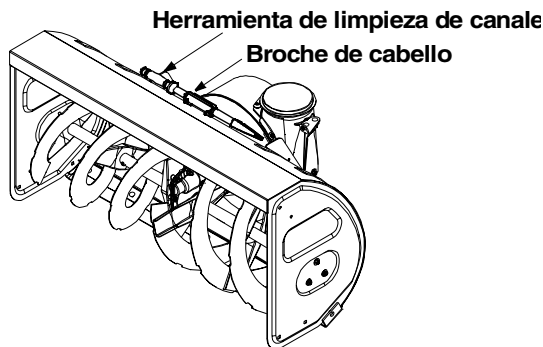

Figura 19
- Saque la herramienta de limpieza del broche que la asegura a la parte posterior de la caja de la hélice. Vea Figura 19.